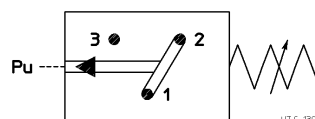

Abb. 1
* Maximale Last an den Kontakten 5V - 250V ~, für den elektrischen Anschluss siehe Abb.1